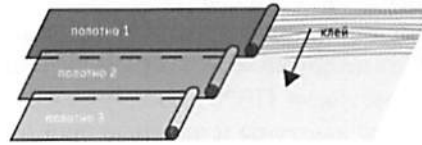

Рисунок 3
9.2 Нанести равномерно на основание пола клей с помощью зубчатого шпателя для клея, следуя рекомендациям производителя клея, смотри рис. 3.